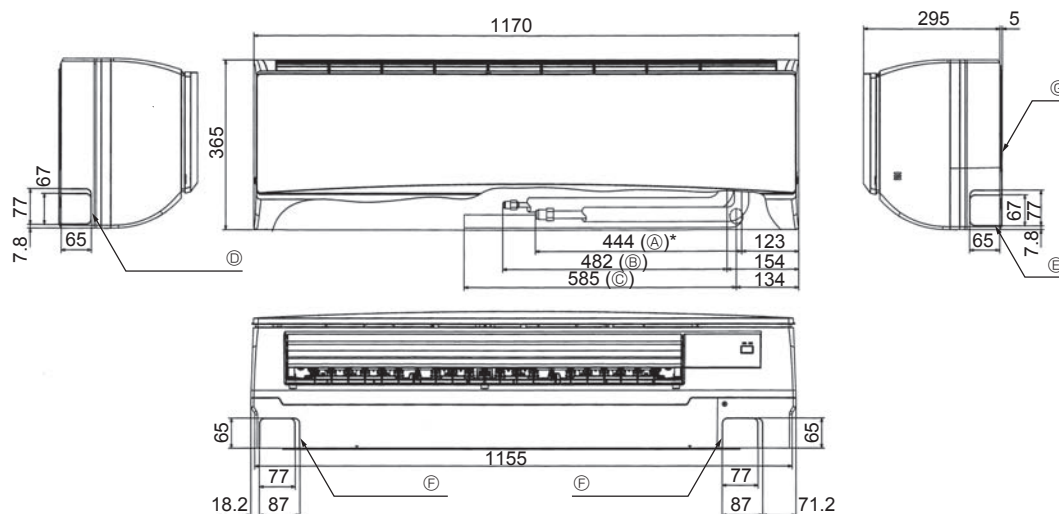
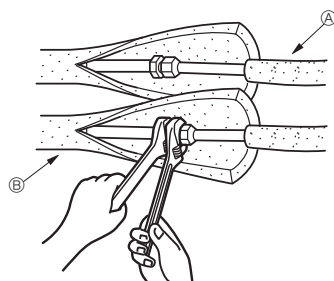

Fig. 4-2
Fig. 4-3
4.3. Colocación de los tubos del refrigerante y de drenaje (Fig. 4-2)
- (A) Tubo de gas
- (B) Tubo de líquido
- (C) Manguera de drenaje
- (D) Orificio ciego para las tuberías del lado izquierdo
- (E) Orificio ciego para las tuberías del lado derecho
- (F) Orificio ciego para las tuberías de la parte inferior
- (G) Placa de montaje ①
4.4. Trabajo de instalación de la tubería del refrigerante (Fig. 4-3)